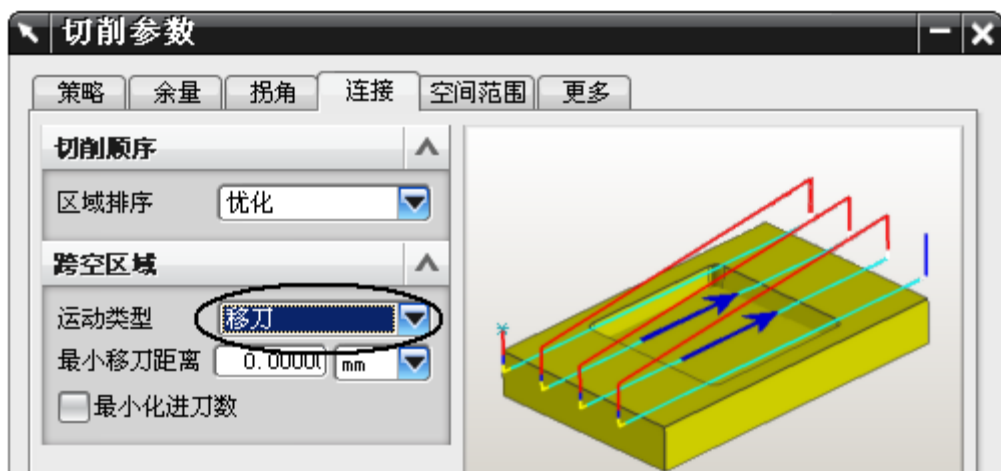

图 8-69
- 在切削参数设置对话框中，单击连接，跨空区域 Across Voids 设置为如图 8-69 所示的移刀，则刀具在空处以移刀速度跨越。